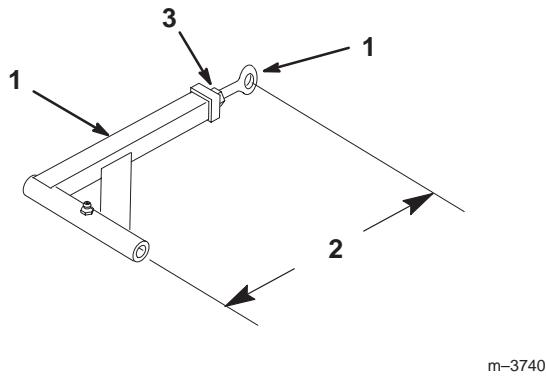

Figure 48
- Pour régler les bras d'attelage, desserrer le contre-écrou puis dévisser la rotule d'un tour à la fois en sens contraire aux aiguilles d'une montre (Fig. 48).
- Régler les deux côtés de la même manière. La longueur nominale de chaque bras d'attelage devrait être de 389 mm (15-5/16") (Fig. 48).